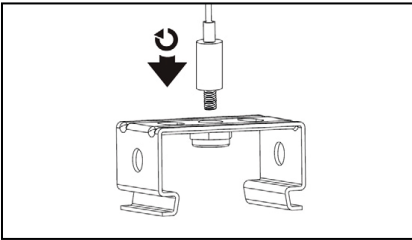

Рис. 6
- 5.16 Для установки осветительного прибора на подвесы можно использовать тросовую систему подвеса (рис. 6). **Внимание!** Тросовая система в комплект поставки не входит.